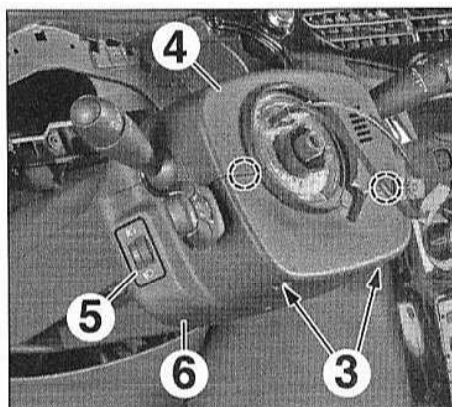

FIG.4
- Déposer les vis (3) (Fig.4).
- Dégrafer et déposer la demi-coquille supérieure (4).
- Dégrafer la commande du réglage en site des projecteurs (5) puis débrancher son connecteur.
- Dégrafer et déposer la demi-coquille inférieure (6).